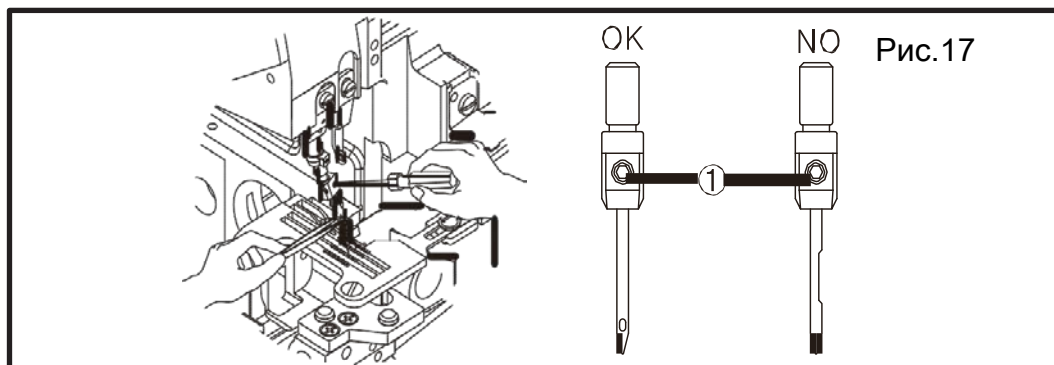

Рис.17
2. Ослабьте винт (1) и снимите иглу.
3. Вставляя новую иглу до самого конца, длинный паз должен быть обращен к вашей стороне. Затяните винт 1. (рис.17)